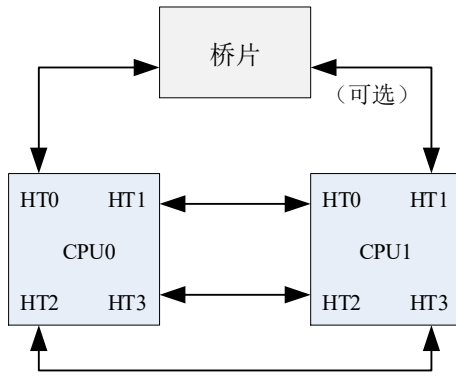

图 2-2 双处理器系统
- (2) 双路服务器，龙芯 3C5000 双处理器系统。使用固定的 HT 接口用于 IO 桥片连接；使用其它 HT 接口用于多处理器间互连。一种常见的连接方式如图 2-2 所示：